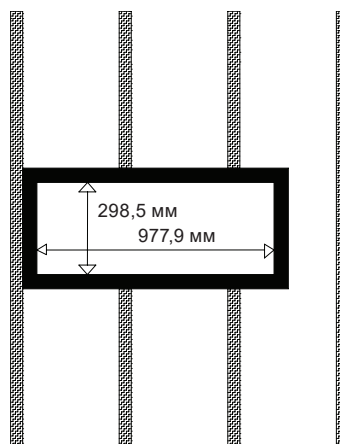

Рисунок 16
3. Используйте деревянную доску 2х6 (деревянная доска размером 50,8 мм x 152,4 мм) для создания рамы с внутренними размерами 977,9 мм x 298,5 мм (рис. 16). Избыточное пространство в проеме предназначено для инструментов, используемых для сборки рамы в стене. Зафиксируйте на имеющихся стойках при помощи гвоздей или шурупов.